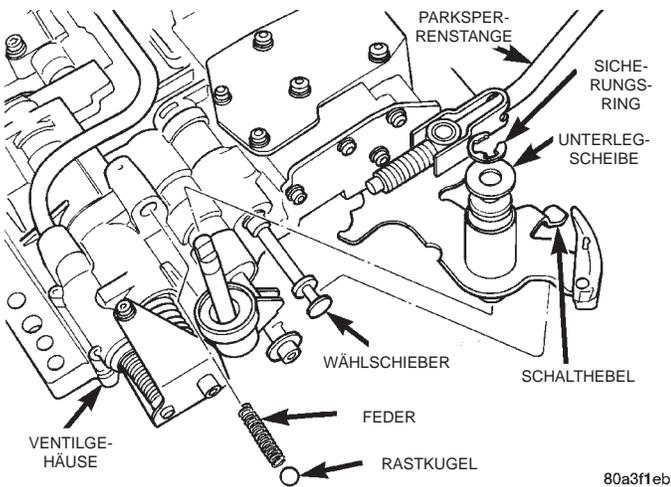

Abb. 42 Schalt- und Drosselhebel
(5) Sicherungsring, Unterlegscheibe und Dichtring an Drosselhebelwelle/Schalthebel entfernen (Abb. 42).
(6) Schaltwelle und Parksperrstange nach oben aus dem Ventilgehäuse und vom Drosselhebel abziehen (Abb. 42).
(8) Haltewerkzeug 6583 entfernen. Anschließend Rastkugel und Feder herausnehmen und aufbewahren (Abb. 42).
(9) Drosselhebel ausbauen (Abb. 42).